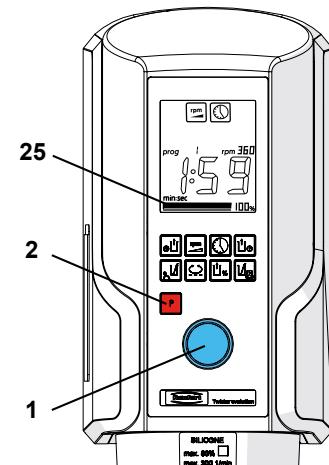

Fig. 8
- ⇒ Acoplar o copo (15) ao aparelho.
- ⇒ Soltar apenas quando o copo se mantiver sozinho e a barra indicadora do vácuo estiver acima da metade (25, Fig. 8)!